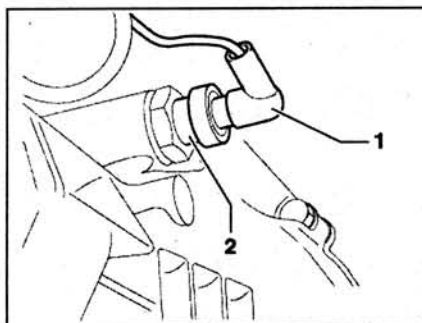

Рис. 2.22. Отсоедините провод 1 от выключателя 2 фонарей заднего хода.
19. Отсоедините провод 1 от выключателя 2 фонарей заднего хода (рис. 2.22).